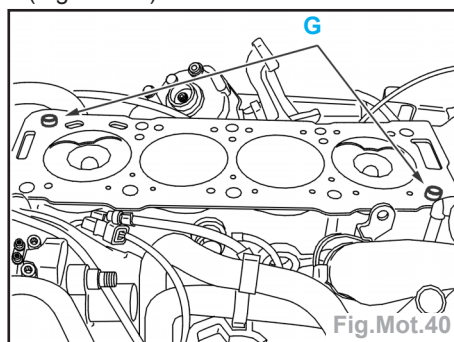

Fig.Mot.40
- Vérifier la présence des goupilles (G) (Fig.Mot.40).